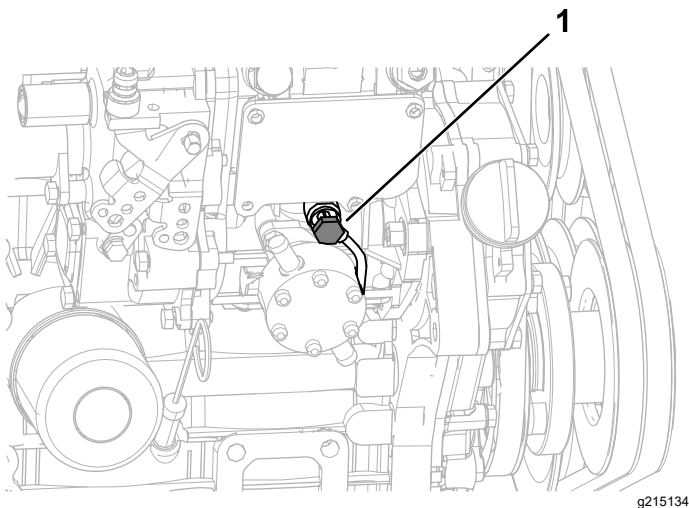

Bild 65
6. Öffnen Sie die Entlüftungsschraube an der Kraftstoffeinspritzpumpe (Bild 65).
8. Ziehen Sie die Entlüftungsschraube fest (Bild 65).